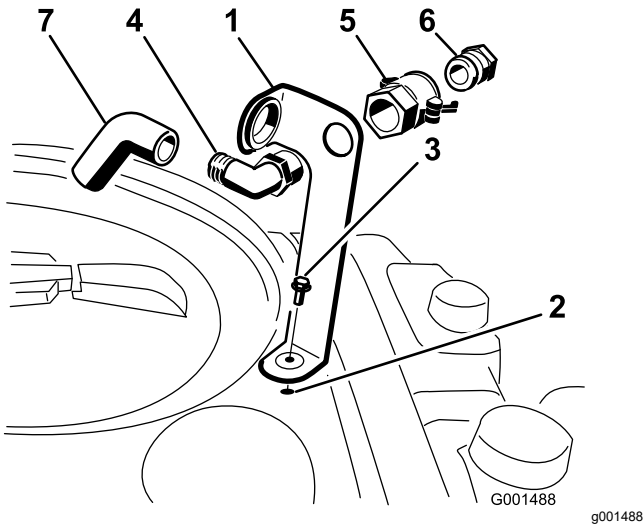

图 3
1. 如图 3 所示将加水口插口支架放在药缸的螺纹孔上方用凸缘头螺栓 5/16 x 3/4 英寸固定。
2. 将 90° 弯头的螺纹端穿过支架拧上快速接头固定至支架上 图 3。
3. 将软管适配器装入快速接头 图 3。
4. 将适配器锁定到位将手柄旋向适配器然后用发卡销固定 图 3。
5. 将防虹吸软管穿过支架上的大开口然后插入到 90° 弯头的宝塔接头上 图 3。